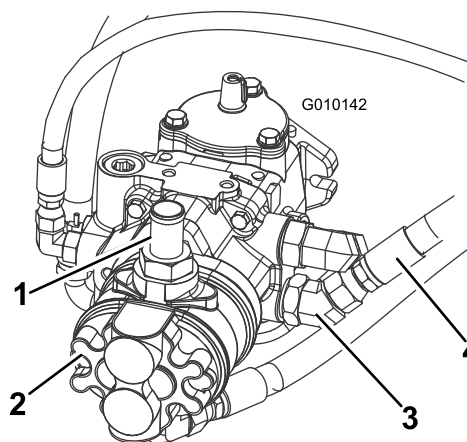

Рисунок 3
- Слейте всю гидравлическую жидкость из бака, сняв верхний шланг с насоса (Рисунок 3).